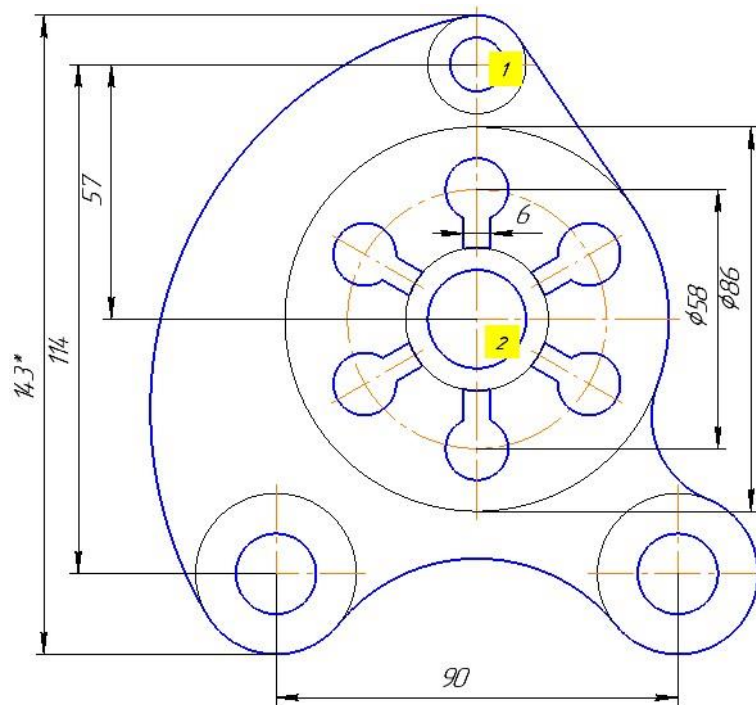

Рис. 4.2. Нанесення лінійних розмірів
4.1.1. Створіть вертикальний міжцентровий розмір 57 мм, рис. 4.2.
4.1.2. Створіть вертикальний міжцентровий розмір 114 мм (рис. 4.2) аналогічно п. 4.1.1.
4.1.3. Для більшої зручності користування креслеником створіть довідковий розмір 143* мм (рис. 4.2) аналогічно п. 4.1.1. Для того, щоб позначити зірочкою цей розмір натисніть ЛК миші в поле *Текст*. На додатковій панелі параметрів натисніть на знак «*» і далі на кнопку *Изменить размер* , рис. 4.3а.
4.1.4. Створіть вертикальний розмір кола $\varnothing 58$ (рис. 4.2) аналогічно п. 4.1.1. Тільки переміщуйте курсор у горизонтальному напрямку вправо. Для того, щоб до розмірного числа додати знак діаметру « \varnothing » натисніть ЛК миші в поле *Текст*. На додатковій панелі параметрів натисніть на знак « \varnothing » і далі на кнопку *Изменить размер* , рис. 4.3б.
4.1.5. Створіть вертикальний розмір кола $\varnothing 86$ (рис. 4.2) аналогічно п. 4.1.4.
4.1.6. Створіть горизонтальний міжцентровий розмір 90 мм (рис. 4.2) аналогічно п. 4.1.1. Переміщуйте курсор у вертикальному напрямку вниз.
4.1.7. Створіть горизонтальний розмір ширини паза 6 мм, рис. 4.2.